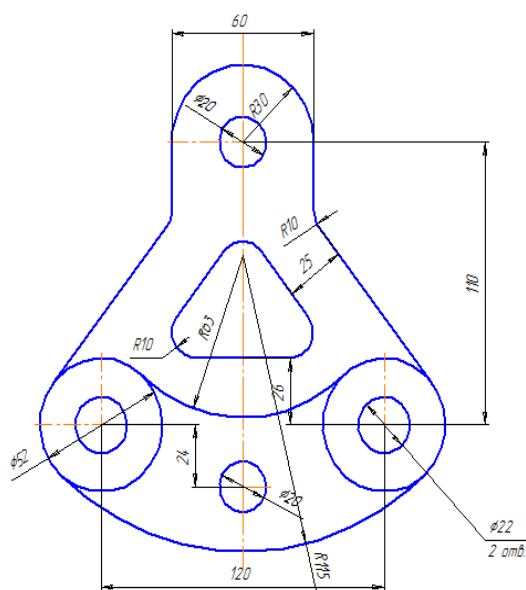

Рисунок 3.21 – Простановка размеров
23. Проставьте размеры, обращая внимание на параметры **Панели свойств** (рисунок 3.21).